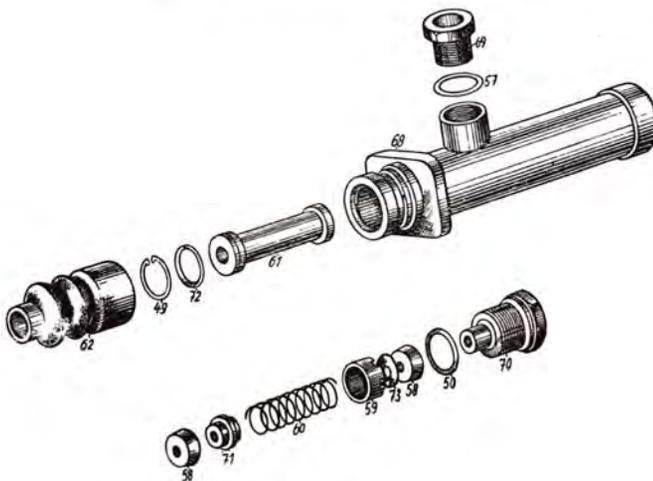

Abb. 71
5. Die Staubkappe (Abb. 71/62) ist vom Druckbolzen abzuziehen, der Kolben (Abb. 71/61) herunterzudrücken, der Sicherungsring (Abb. 71/49) und die Unterlagscheibe (Abb. 71/72) sind abzunehmen. Die Feder drückt den Kolben gleichzeitig mit der Manschette (Abb. 71/58) aus dem Hauptzylinder heraus.
6. Die Feder (Abb. 71/60) und die zweite Manschette, die am Zylinderboden verblieb, ist herauszunehmen.